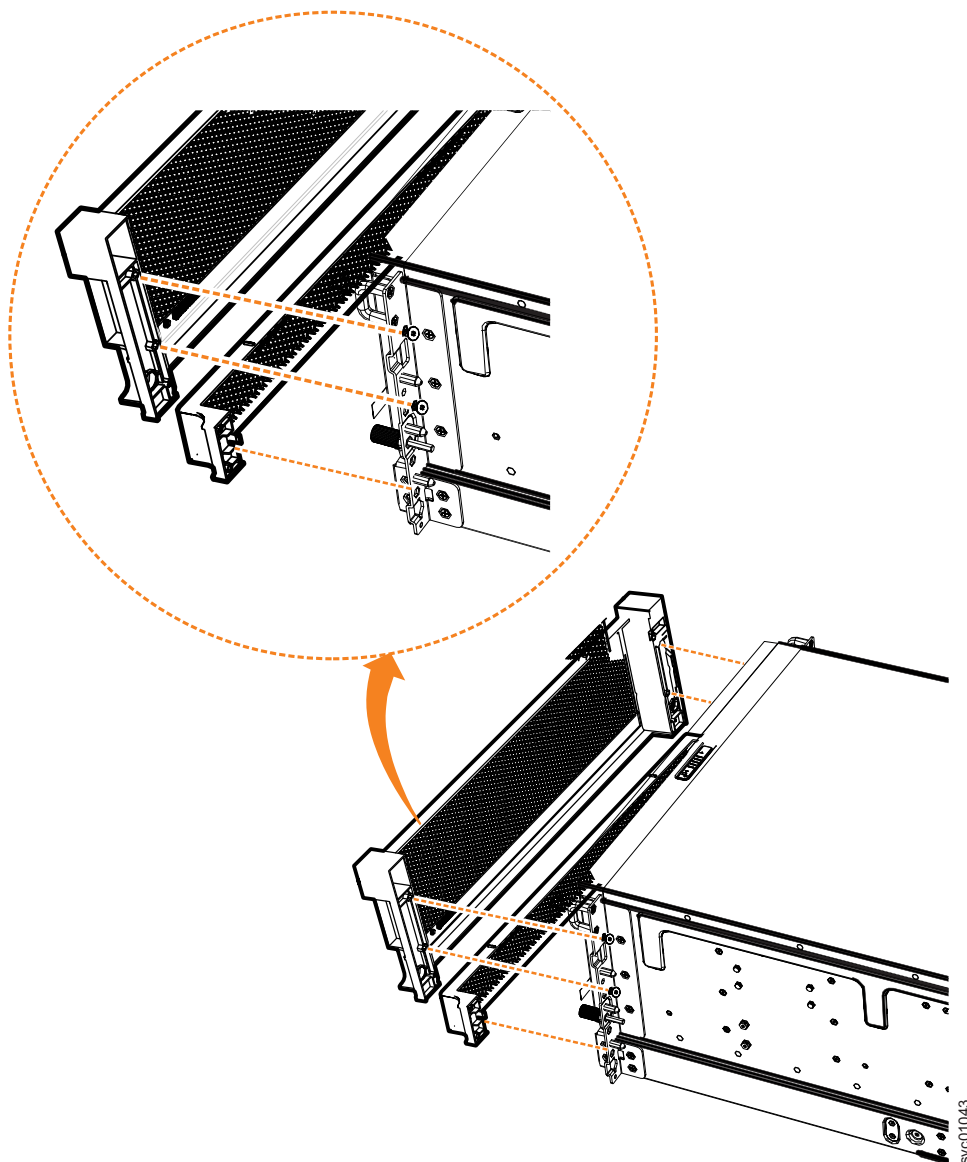

Abbildung 96. Blendenkomponenten vom Erweiterungsgehäuse entfernen
2. Entfernen Sie die Frontblende, indem Sie die beiden Schrauben entfernen, mit denen die Blende am Flansch an den beiden Seiten des Chassis angebracht ist (siehe Abb. 96 auf Seite 107).
3. Ziehen Sie vorsichtig an den beiden Seiten der Netzteilblende, um sie aus dem Chassis zu entfernen (siehe Abb. 96). Die Netzteilblende löst sich aus der Kerbe und dem Stift, mit denen sie an den beiden Seiten des Chassis befestigt ist.